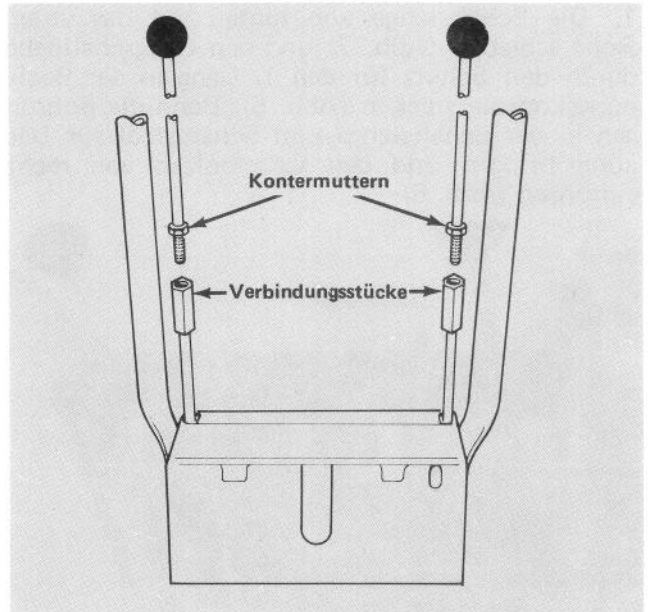

Abb. 3
2. Die Kontermuttern (Abb. 3) bis zum Anschlag auf die Radkupplungsgestänge schrauben. Die Gestänge ganz in die Verbindungsstücke hineinschrauben und dann die Kontermuttern gegen die Verbindungsstücke festziehen.